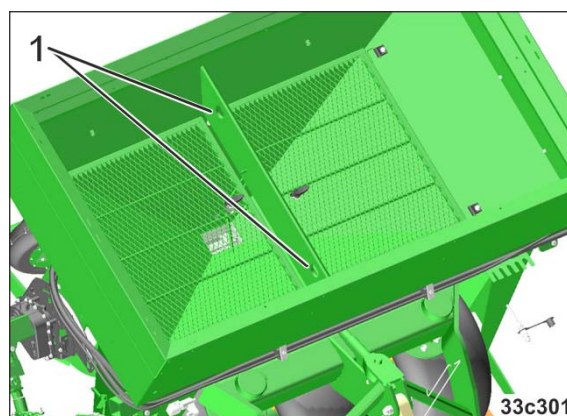

Fig. 4
- Fixer 2 crochets de grue sur les oeilletons (Fig. 4/1) de la trémie.